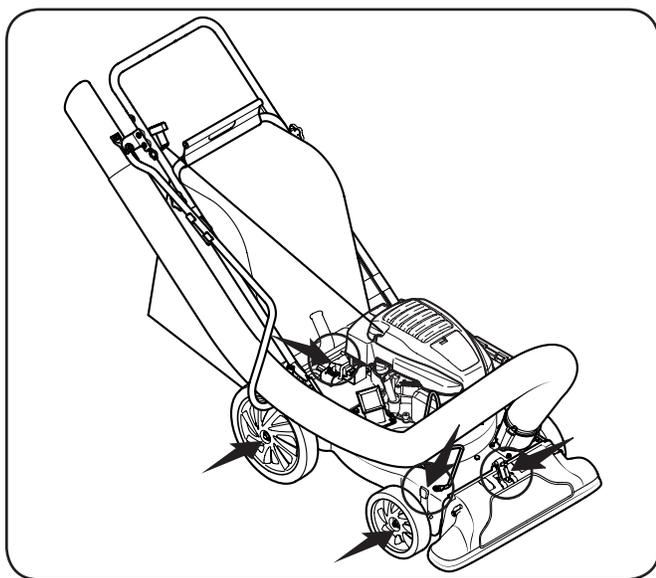

Figure 6-1
4. Lubrifiez le levier de sélection de mode d'aspiration situé sur la buse une fois par saison avec de l'huile légère. Voir Figure 6-1.